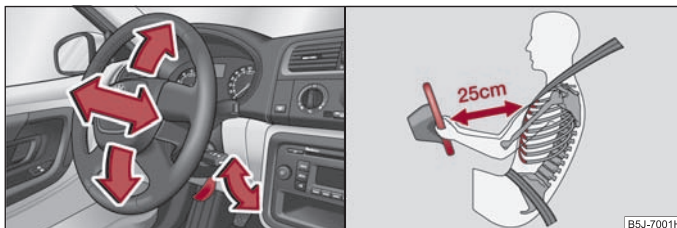

Fig. 93 Volan reglabil: Maneta de sub coloana volanului / Distanța sigură față de volan
- Îndreptați maneta de sub volan, în jos ⇒ fig. 93 - stânga ⇒ ⚠.
- Între șofer și volan trebuie să existe o distanță de cel puțin 25 cm ⇒ fig. 93 - dreapta. Dacă nu se respectă această distanță, sistemul airbag nu își poate exercita eficiența maximă – Pericol!